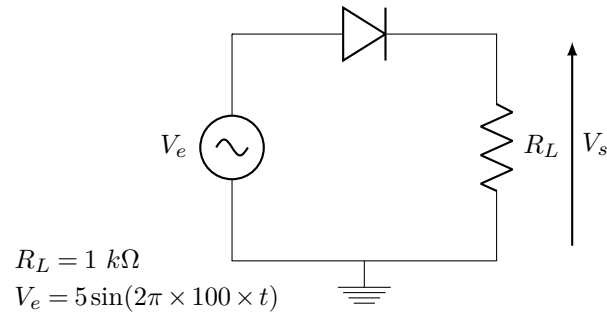

Figure 2. Diode 1N4148.
- Sous LTspice, réaliser le circuit de la figure 2.